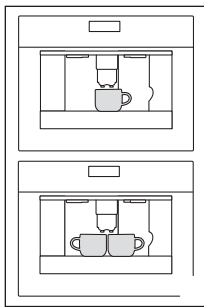
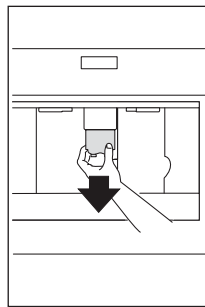

Fig. 16
Fig. 17
- ▶ Coloque 1 taza bajo los surtidores para hacer 1 café (Fig. 16) o 2 tazas para 2 cafés (Fig. 16). Baje los surtidores lo más cerca posible de la taza para obtener un café más cremoso (Fig. 17).